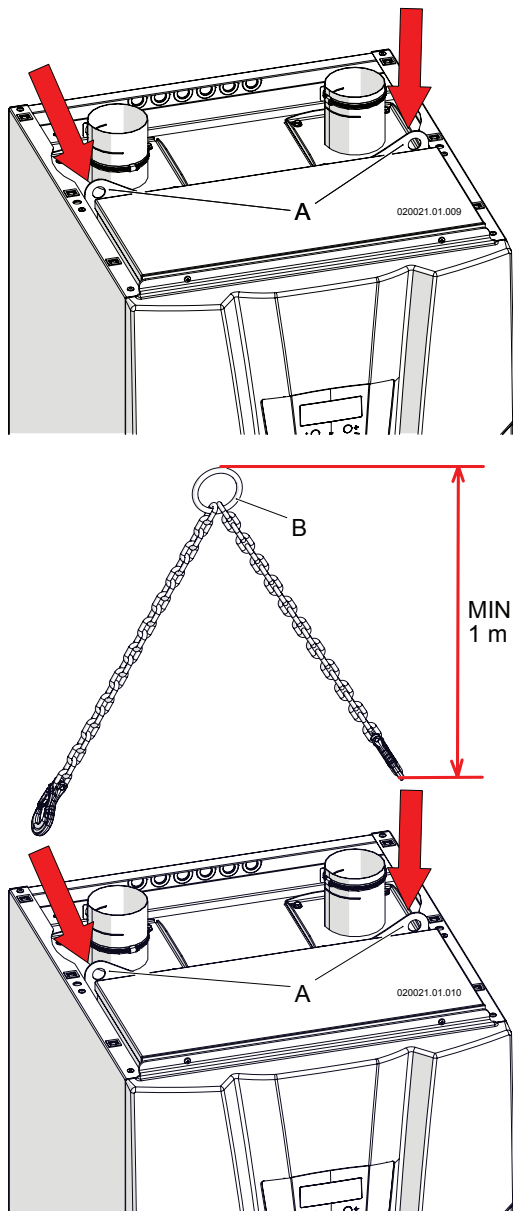

Figure 6-1 - Système de levage
Pour faciliter l'installation on trouve un crochet, (pièce "A" de la figure 6-1), qui permet le levage de l'appareil.
- ☞ accrocher des câbles de levage, "B" de la figure 6-1, au crochet "A" de la figure 6-1 et soulever le module thermique ;
Une fois qu'il est placé correctement, retirer les câbles de levage (détails "B" de la figure 6-1) avant d'appliquer la couverture supérieure.